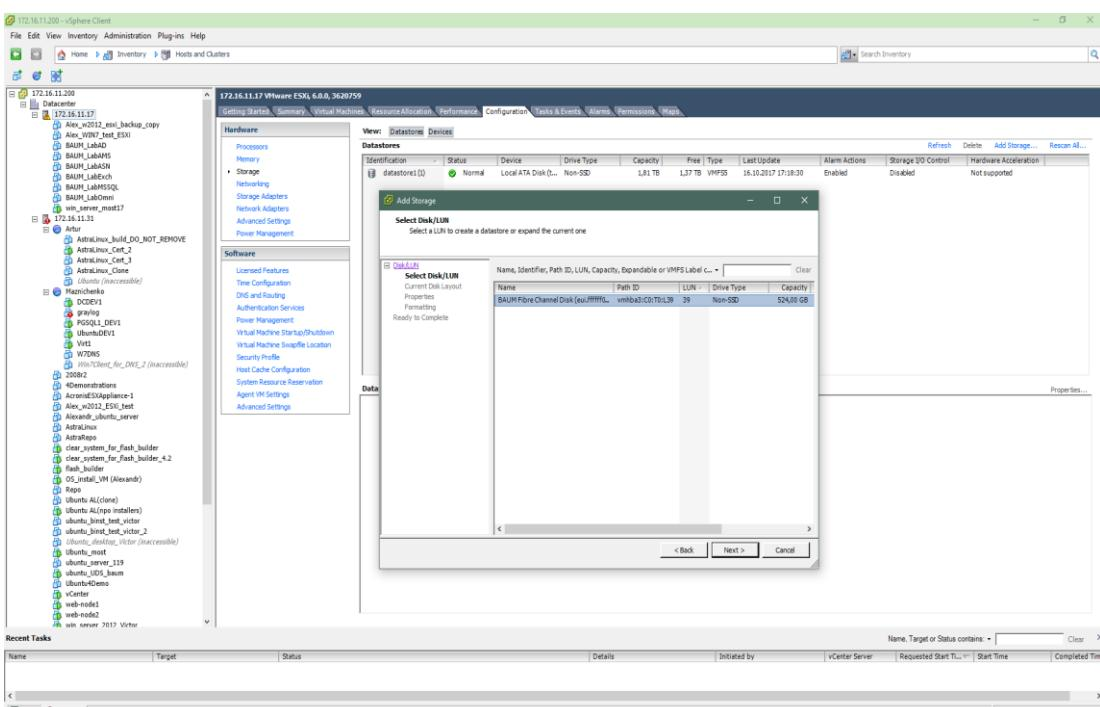

Рисунок 121. Выбор луна Storage
10. Нажмите на кнопку «Next» (см. Рисунок 121).